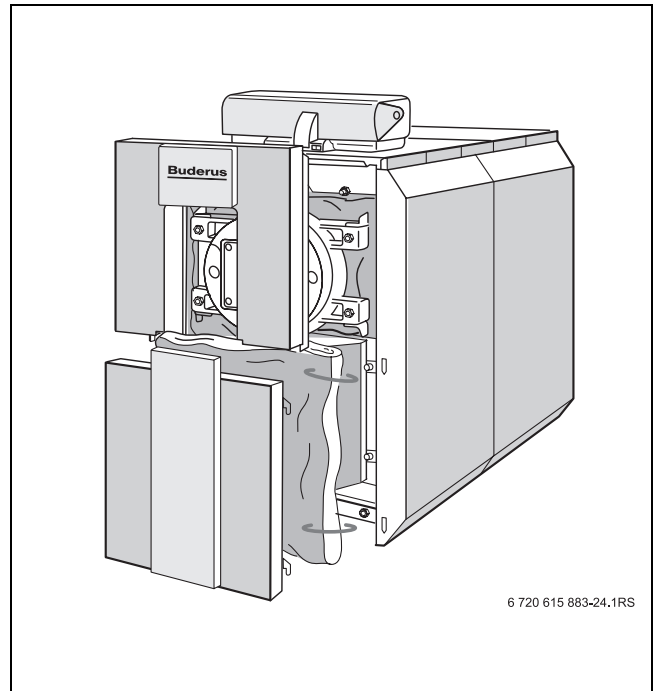

Рис. 29 Снятие передней стенки и передней теплоизоляции
- ▶ Установите на место нижнюю и верхнюю передние стенки котла (→ рис. 29, стр. 40).